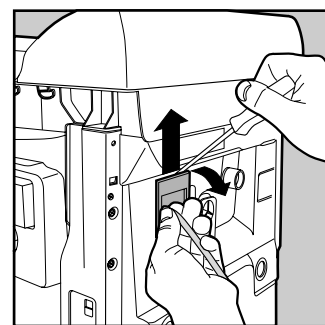

Fig. 4
4. Desenrosque los 2 tornillos externos de fijación del filtro y, con la ayuda de un destornillador (ver la fig. 4), desengánchelo de la parte posterior tirando hacia arriba.